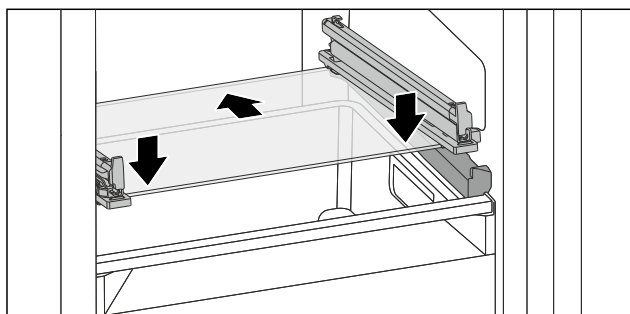

Fig. 71 Glasplatte des abklippbaren Schubfachs
- Glasplatte schräg hinter den Stoppern aufsetzen. (siehe Fig. 71)